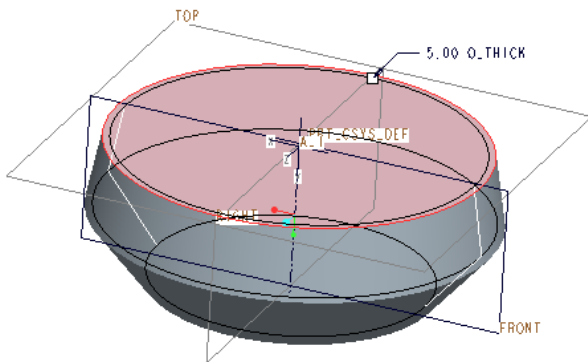

図 3-50 シェルツール使用面の選択
- ・図 3-50 のように新しい上面を選択し、**赤色にハイライト**する。